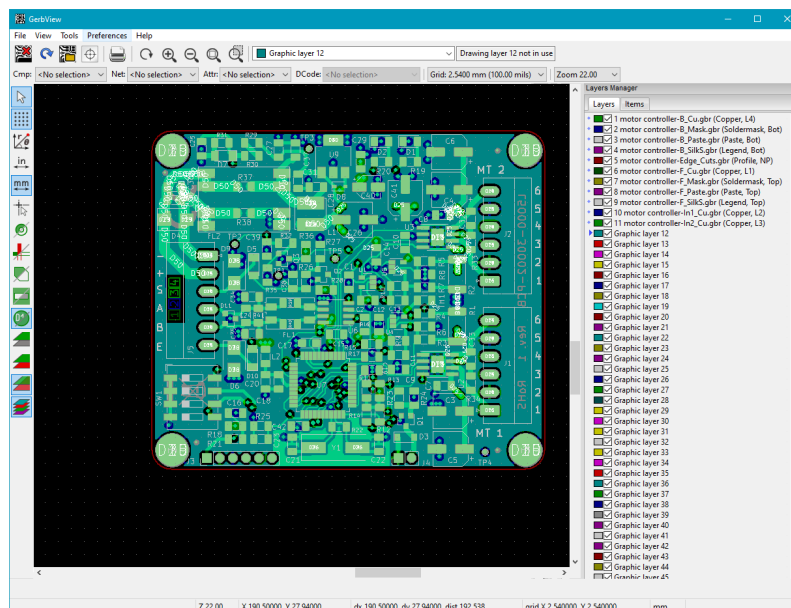

Figura 5: Esempio di utilizzo di KiCad e la verifica dei file Gerber.
- Verifica dei file Gerber (Figura 5).